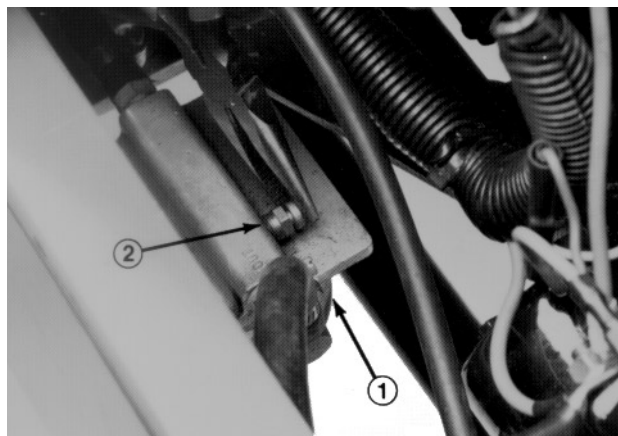

Fig. 12
- 2. Allentare la vite di spurgo dell'aria sopra il filtro del carburante/separatore d'acqua (Fig. 12).